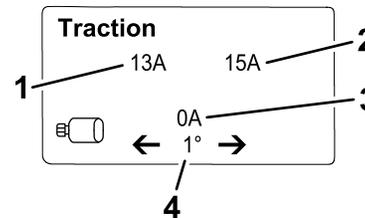

图 21
- **牵引信息屏幕**图 21 显示当前转向角度和分配给每个牵引马达的电流强度。